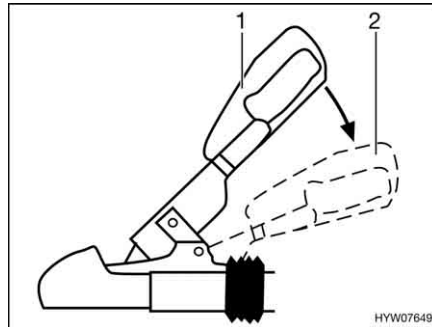

Bild 195 Stabiliseringshandtag
- Aktivera stabiliseringsanordningen. Tryck då ned kopplingshandtaget från stängt läge (Bild 195,1) till nedre stoppläget (Bild 195,2).